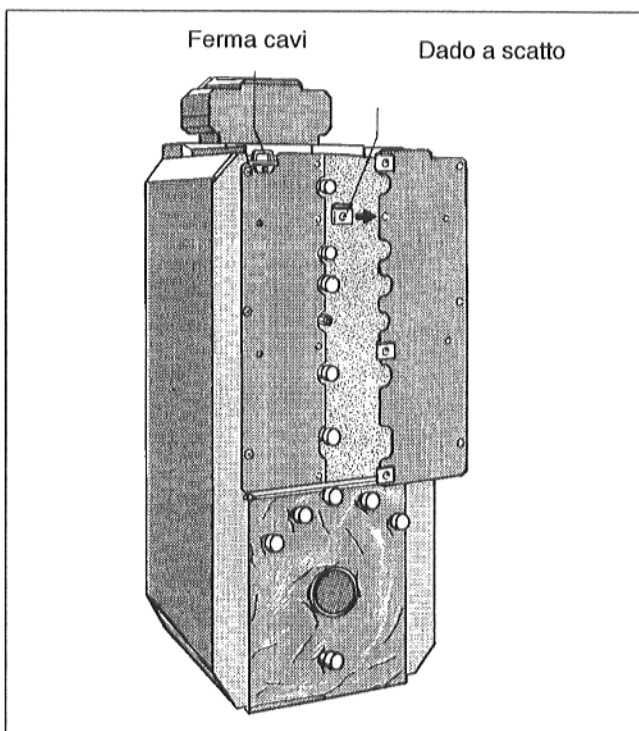

Fig. 19
- Per la parete posteriore spingere i 4 dadi a scatto sui fori (freccia – Fig. 19).
- Avvitare il mantello della parete posteriore dell'accumulatore, composto da due parti, con delle viti autofilettanti alla piegatura di destra e di sinistra del pannello laterale (Fig. 19).
- Fissare le parti della parete posteriore al centro con dadi a scatto e viti autofilettanti (Fig. 19).
- Fissare i ferma cavi a sinistra e destra con viti autofilettanti al mantello della parete posteriore dell'accumulatore (Fig. 19).